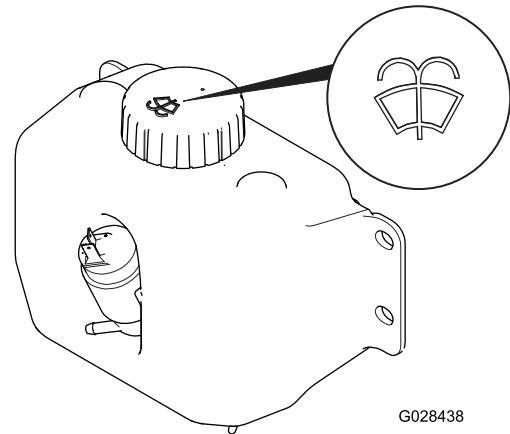

Bild 54
2. Öffnen Sie die Motorhaube und machen Sie die Scheibenwaschanlagenflasche ausfindig (**Bild 54**).